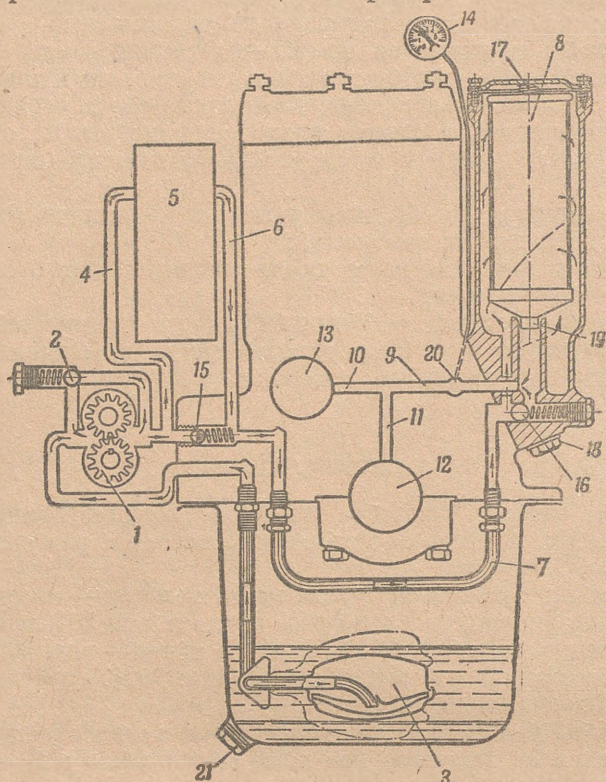
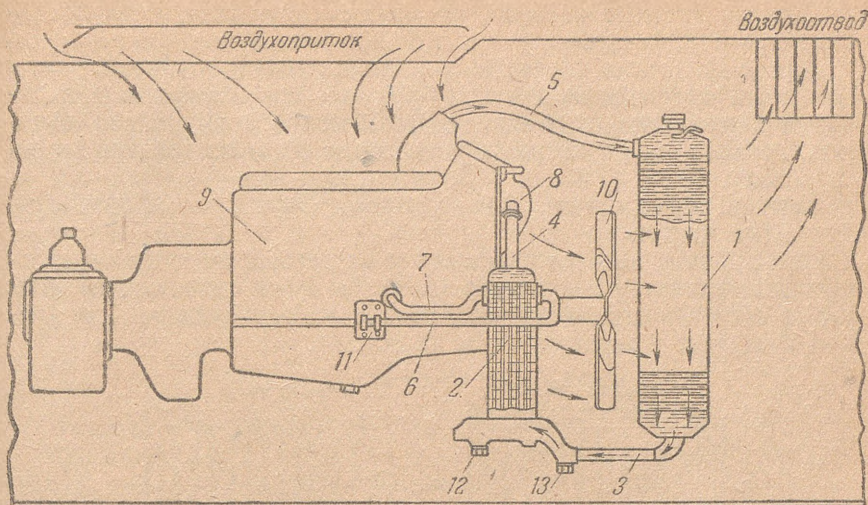

Рис. 65. Система смазки двигателей:
Рис. 66. Система охлаждения двигателей:
Система смазки двигателя ГАЗ-202 комбинированная — под давлением, при помощи шестерёчного насоса и разбрызгиванием (рис. 65).
1. Отвернуть шесть гаек, крепящих крышку фильтра, снять осторожно крышку, чтобы не повредить прокладку, и вынуть пружину 17 (рис. 65).
После установки отремонтированного или нового мотора и обкатки его (8—10 моточасов) необходимо сменить масло во всем двигателе. Для этого надо спустить масло через пробку 21 (рис. 65), а картер промыть. Через эту же пробку спускать масло при длительной остановке мотора. Для спуска масла из левого двигателя открыть люк в левом бортовом листе. Картер двигателя промыть жидким (веретённым) маслом.
В зимнее время водомастный радиатор снимается и кладётся в ЗИП. Взамен его в системе охлаждения устанавливается запасная труба, соединяющая трубы 3 и 4 (рис. 66), а в системе смазки маслопроводы 6 и 7 (рис. 65) соединяются накоротко.
Система охлаждения каждого двигателя состоит из водяного радиатора 1 (рис. 66), водомастного радиатора 2, водяного насоса 8, вентилятора 10, системы водяных труб 3, 4 и 5 и маслопроводов 6 и 7.
Вода из левого двигателя спускается через пробку 13 (рис. 66) в колене поддона водомасляного радиатора и через краник на рубашке блока цилиндров, справа от радиатора.